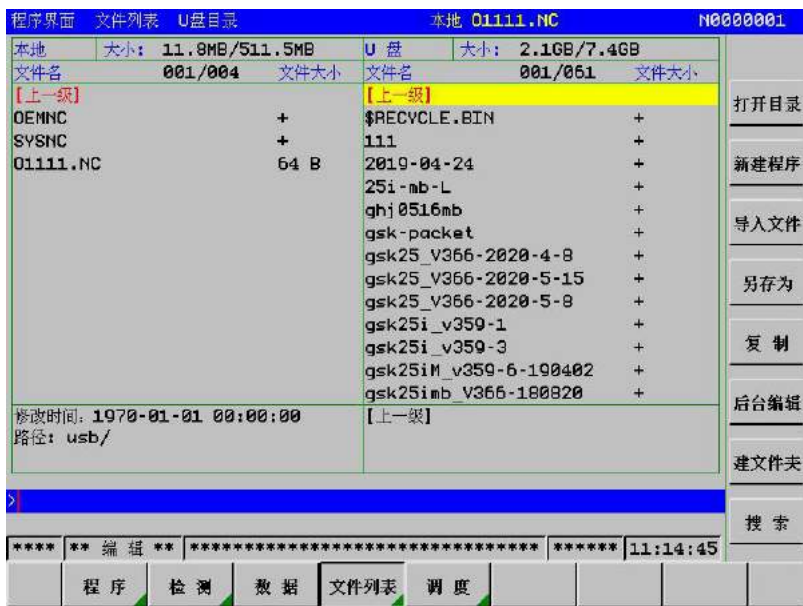

图3-2-3
- （1）旋转开关，选择编辑方式→，进入文件列表显示界面。插入 U 盘，等待系统加载 U 盘，加载成功后显示出 U 盘内的文件夹与*.NC 文件名信息，并出现“SD 卡已成功加载”提示。按面板键或进入下一步操作时提示信息消失。可通过左右按钮切换“本地”与“U 盘”选区（见图 3-2-3）。